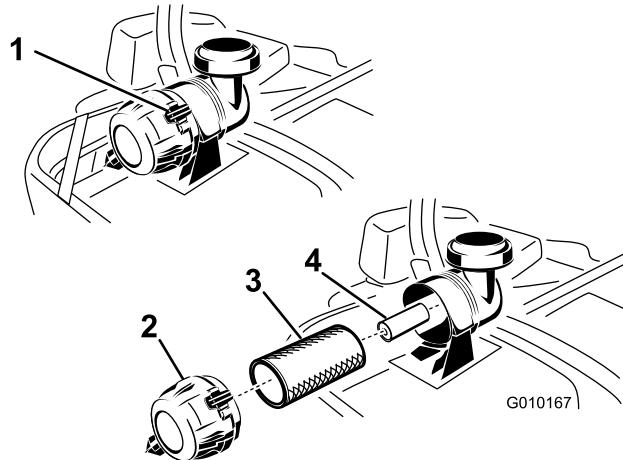

Figure 42
3. Appuyez sur les attaches du filtre à air pour les ouvrir et détachez le couvercle du corps du filtre à air (Figure 42).
5. Sortez le préfiltre du corps du filtre avec précaution (Figure 42). Évitez de cogner l'élément à l'intérieur du corps.
1. Ne nettoyez pas l'élément en papier ; remplacez-le (Figure 42).
2. Si vous remplacez l'élément secondaire, insérez-le avec précaution dans le corps du filtre (Figure 42).
3. Glissez ensuite le préfiltre sur l'élément secondaire avec précaution (Figure 42). Assurez-vous qu'il est bien engagé en appuyant sur le rebord extérieur.
4. Montez le couvercle, renflard en bas, et tournez-le pour que les attaches verrouillent le couvercle en place (Figure 42).